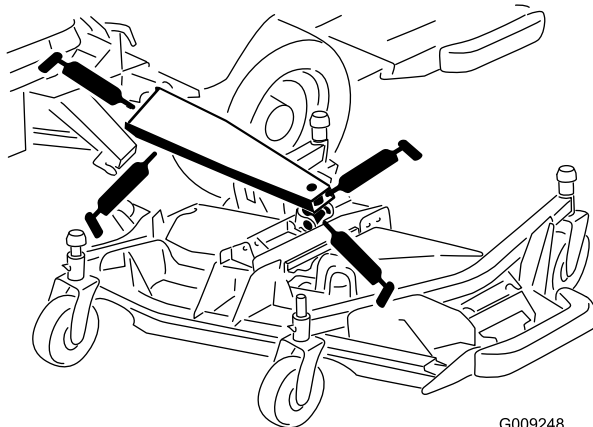

Figure 57
- Bagues de bras de relevage principal (3) (Figure 57)
- Bagues de vérin de relevage (1) (Figure 57).